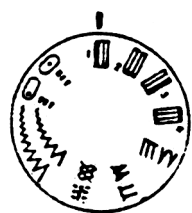

Рис. 20
Длина стежка в процессе строчки в прямом направлении при выполнении левого края петли должна быть равна длине стежка в обратном направлении при выполнении правого края петли (рис. 20).
- Установить регулятор на символ 1 программы выполнения петель (рис. 20с).
- Если длина стежка при выполнении левого края петли больше, чем при выполнении правого (рис. 20а), винт 54 повернуть в направлении “А” (рис. 20е).
Рис. 20с
Рис. 20е